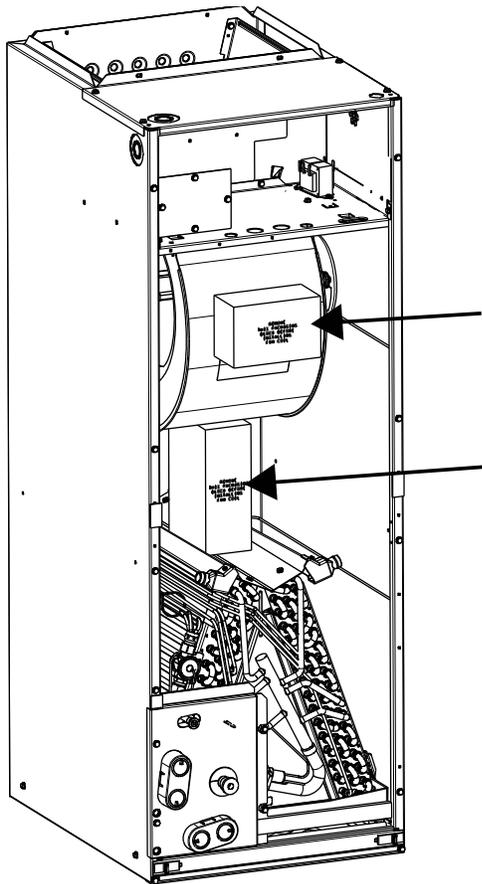

Fig. 1 – Retrait des blocs d'expédition
**REMARQUE :** Les blocs d'expédition qui soutiennent le boîtier de soufflante pendant le transport devront être retirés (Fig. 1).